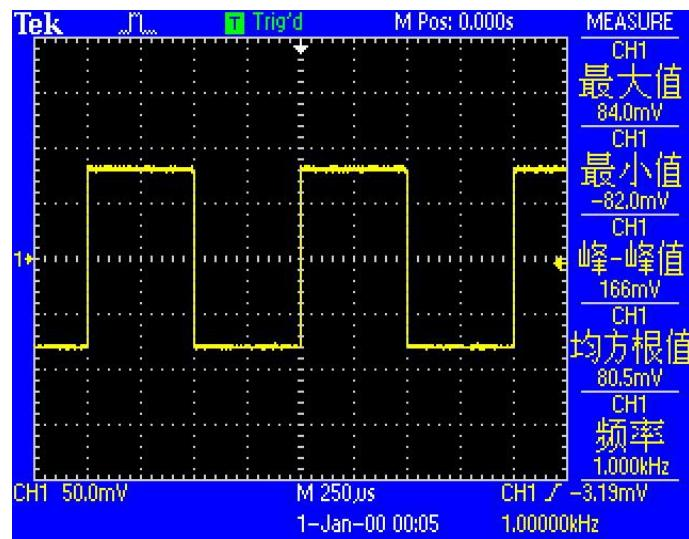

图 96. 待测信号参数图
3. 打开函数信号发生器电源，将参数设置为“波形：方波”、“幅值：100 mVpp”、“频率：1 kHz”，待测信号的参数如图 96 所示：